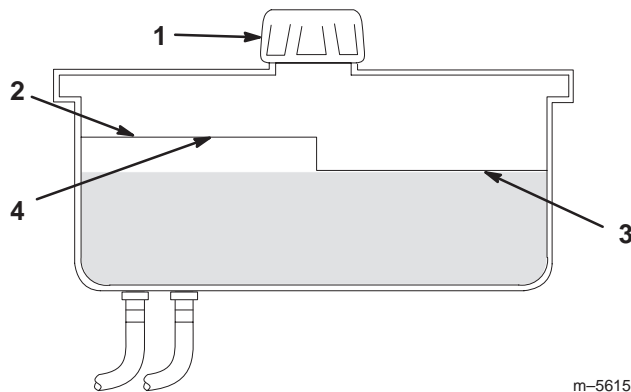

Figure 55
2. Nettoyez la surface autour du goulot de remplissage du réservoir hydraulique (Fig. 55).
3. Enlevez le bouchon du goulot de remplissage et vérifiez si le réservoir contient du liquide (Fig. 55).
Remarque : Lorsque le liquide est chaud, le niveau doit atteindre le haut du repère **à chaud** sur le déflecteur (Fig. 55).